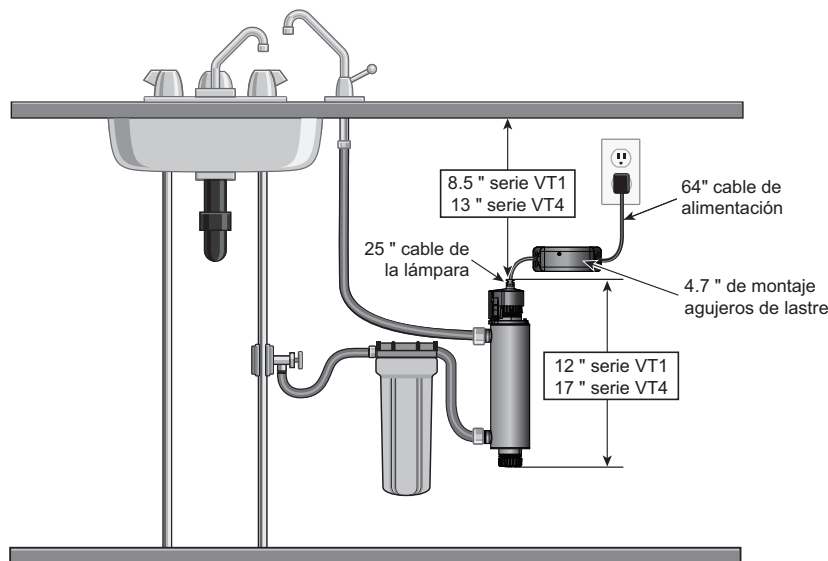

Figura 3 Instalación típica
1. En Figura 3 se muestra la instalación de un sistema de punto de uso típico (POU) y los componentes relacionados que se pueden usar para la instalación. Se recomienda el uso de un conjunto de desvío en el caso de que el sistema requiera mantenimiento fuera de línea. En dicho caso, tenga en cuenta que el sistema requiere una desinfectante adicional para el sistema de distribución si se usa agua durante la condición de desvío. Además, durante el desvío, el agua NO se tratado y se deberá colocar físicamente la etiqueta "NO CONSUMIR EL AGUA" en el conjunto de desvío hasta que el sistema se haya saneado y puesto en servicio nuevamente. Para obtener más información, consulte Sección 3.2. Si el agua se va a consumir mientras el sistema está fuera de línea, se deberá hervir durante dos minutos antes del consumo.